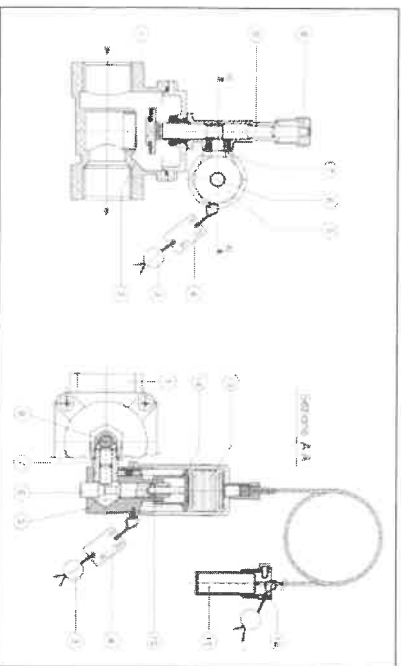

Fig. 1
PRINCIPIO DI FUNZIONAMENTO (Fig. 1)
- **E' assolutamente vietato ruotare o piegare il corpo del gruppo di sgancio della valvola (part. 5 Fig. 1).**